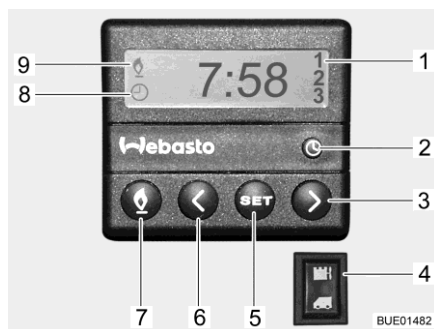

Fig. 150 Centralina di controllo (riscaldamento fisso)
- Premere il tasto (Fig. 150,7). Il funzionamento del riscaldamento viene indicato con il simbolo (Fig. 150,9). La ventola viene inserita solo quando la temperatura dell'acqua di raffreddamento è pari a 30 °C.
- Premere il tasto (Fig. 150,7). Il simbolo (Fig. 150,9) si spegne.
- Premere l'interruttore (Fig. 150,4) in alto. Il motore viene preriscaldato. La ventola viene inserita immediatamente.
- Premere l'interruttore (Fig. 150,4) in basso. Il motore rimane freddo.
- Premere il tasto (Fig. 150,2). L'impostazione dell'ora viene indicata con il simbolo (Fig. 150,8).
- Impostare l'ora con i tasti (Fig. 150,3 e 6).
- Premere il tasto (Fig. 150,5).
- Impostare l'orario di accensione con i tasti (Fig. 150,3 e 6) entro 10 secondi.
- Premere il tasto (Fig. 150,5) fino a che nel display (Fig. 150,1) non appare il numero di programmazione desiderato.